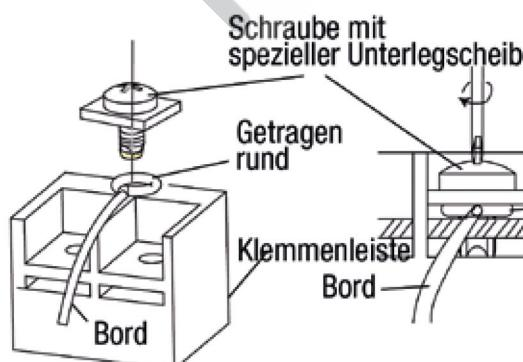

Fig. 30
- (1). Schneiden Sie das Drahtende mit einem Seitenschneider oder einer Seitenschneiderzange ab und entfernen Sie die Isolierung um etwa 10 mm. (3/8").
- (2). Entfernen Sie mit einem Schraubendreher die Schrauben an den Klemmen.
- (3). Befestigen Sie jeden Haken mit einem runden Kupferhaken ordnungsgemäß an der Drahtklemme.
- (4). Positionieren Sie die runde Klemme und befestigen Sie sie mit einer Schraube mit einem Schraubenzieher. (Fig.30)